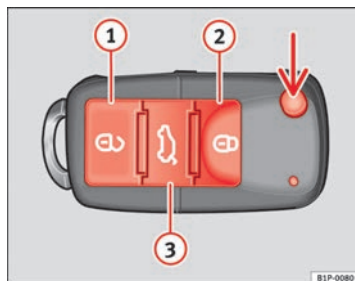

Abb. 45 Tastenbelegung
Mit der Taste ⇒ Abb. 45 (Pfeil) der Fernbedienung wird der Schlüsselbart ausgeklappt.
Fahrzeug entriegeln  ⇒ Abb. 45 ①.
Fahrzeug verriegeln  ⇒ Abb. 45 ②.
Heckklappe entriegeln. Die Taste  ⇒ Abb. 45 ③ betätigen, bis alle Blinkleuchten am Fahrzeug kurz aufleuchten. Nach Drücken der Entriegelungstaste  ③ können Sie die Heckklappe innerhalb von 2 Minuten öffnen. Nach Ablauf dieser Zeit wird die Heckklappe wieder verriegelt.
- Drücken Sie die Taste  ② ⇒ Abb. 45 auf der Funk-Fernbedienung.
- Drücken Sie die Taste  ① ⇒ Abb. 45 auf der Funk-Fernbedienung.